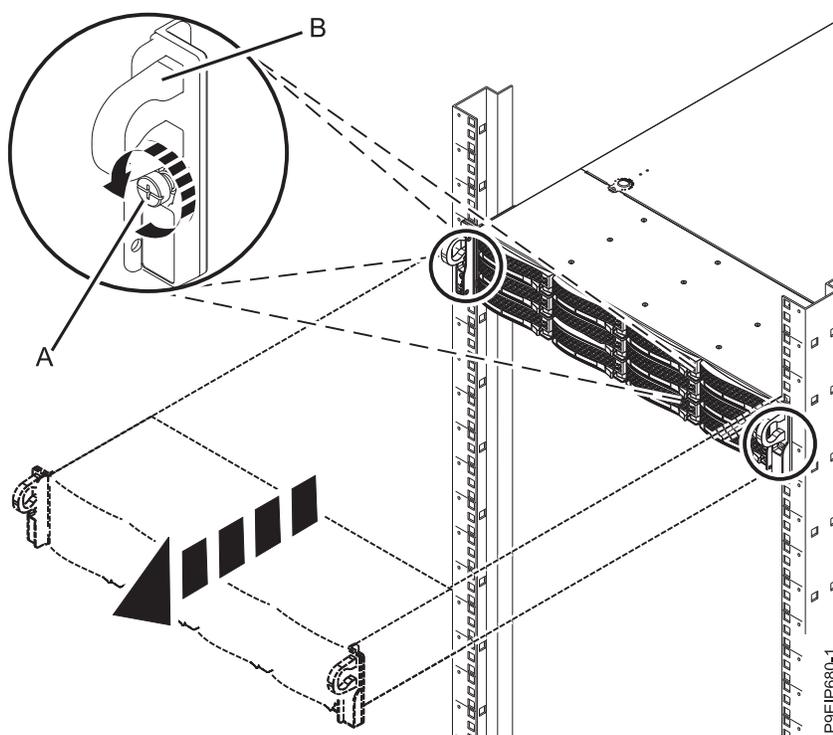

図 108. 前面のねじの取り外しとラックからのシステムを取り外し
1. システムの両側から、システムをラックに固定している前面のねじ (A) を緩めます (図 108 を参照)。